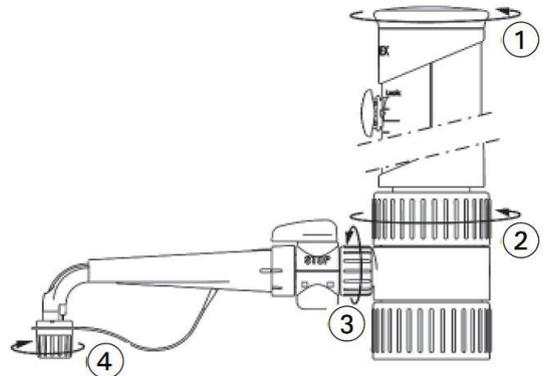

Fig.7 分解手順
- ① ボトルからディスペンサーを取外します。
- ② 分注動作を繰り返し、ディスペンサー内の溶液を取り除きます。
- ③ 本体を水が入ったボトルに取付けます。
- ④ 分注動作を繰り返し、ディスペンサー内を水で洗浄します。
- ⑤ ボトルからディスペンサーを取外します。
- ⑥ 分注動作を繰り返し、ディスペンサー内の水を取り除きます。
- ⑦ 本体から吸引チューブを取外します。
- ⑧ プランジャーヘッドを反時計方向に回し取外します。プランジャーを引き抜きます。(Fig.7 ①)
- ⑨ 本体固定ナットを反時計方向に回し取外します。(Fig.7 ②)
- ⑩ 排出チューブを取外します。(Fig.7 ③)
- ⑪ 各部品を、中性洗剤を薄めた溶液に浸し、汚れを落とします。超音波洗浄機をご使用頂くと、より汚れが落としやすくなります。
- ⑫ 組み立ての前に水で洗浄し、中性洗剤や汚れを取り除いてください。
- ⑬ 分解と反対の手順で組み立ててください。
- ① オートクレーブの前に、ディスペンサー内部の溶液を完全に取り除きます。
- ② 本体固定ナット(Fig.7 ②)、排出チューブ固定ナット(Fig.7 ③)、排出チューブ先端のキャップ(Fig.7 ④)をそれぞれ緩めます。
- ③ オートクレーブ装置の金属部分に直接ディスペンサーが接触しないように注意して、ディスペンサーを水平にオートクレーブ装置内に挿入します。